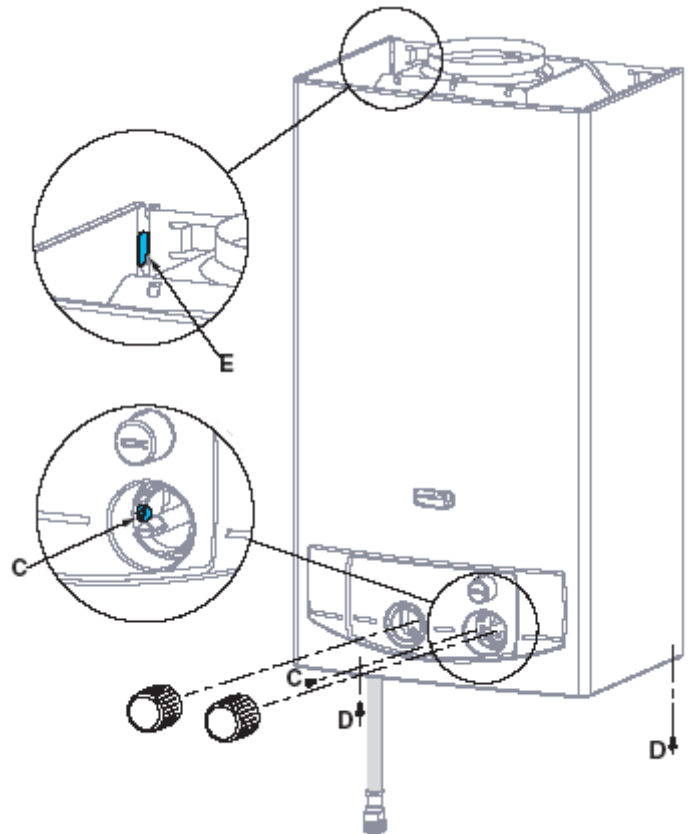

Рис. 8
- Відверніть гвинт **C** кріплення фальш панелі (знаходиться під рукояткою регулятора температури) (рис. 8).
- Відверніть 2 гвинти **D** кріплення передньої панелі (рис. 8).
- Прикладіть передню панель до апарата (рис. 8)